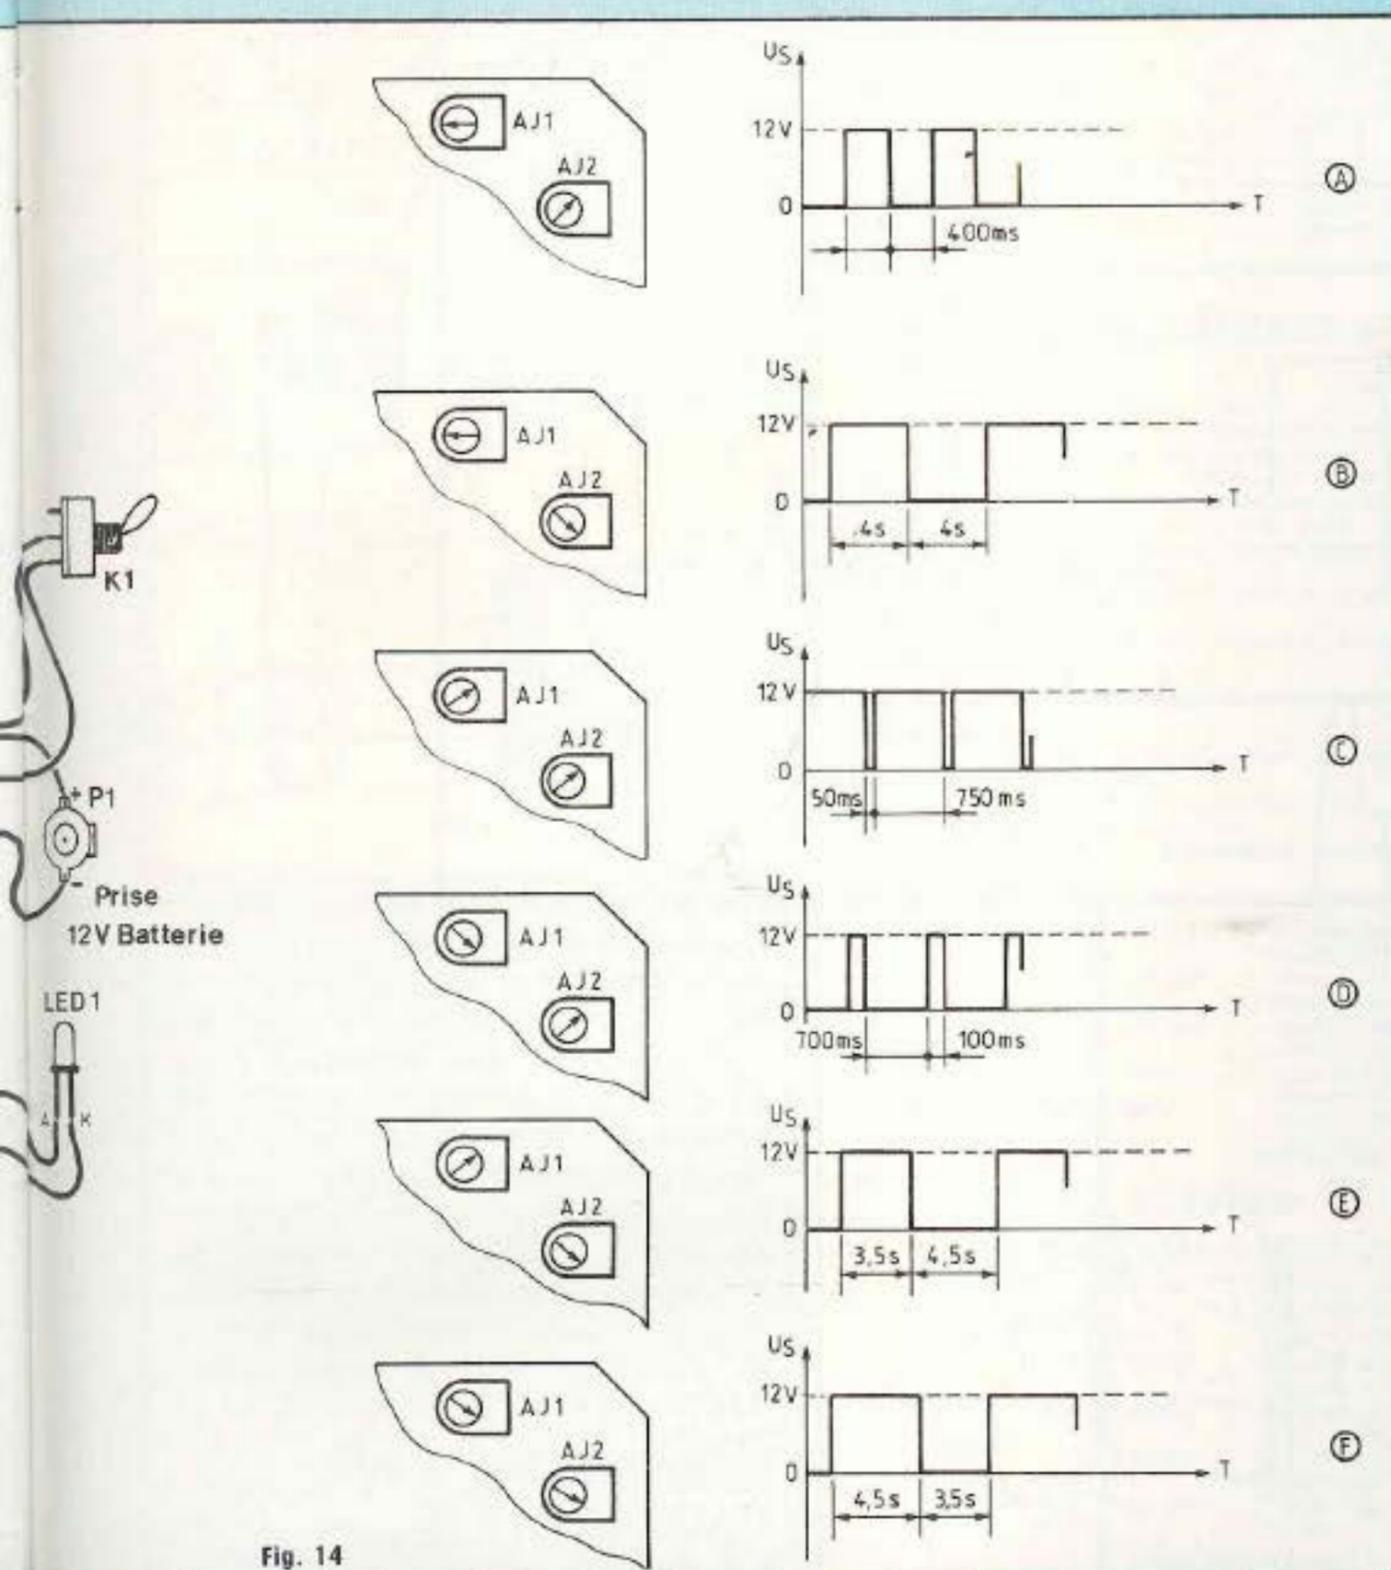

Fig. 14
obtient bien les signaux (B) à (F) de la figure 14. On en déduit que la période peut être optimisée entre 0,8 s et 8 s et le rapport cyclique continuellement variable entre ces deux extrêmes.